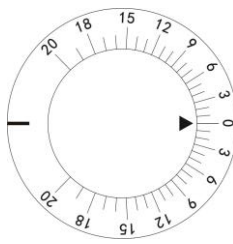
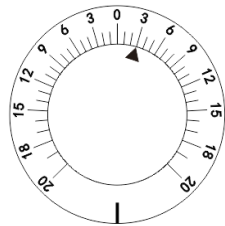

Fig.22
Fig.23
Girare il prisma rotante ⑫ tenendo la sua base per posizionarlo sull'apertura di esame. Ruota la manopola di rotazione del prisma ⑪ fino a quando non viene impostata la potenza del prisma richiesta. Ci  $\grave{o}$  che indica la freccia del triangolo nero  $\blacktriangle$   $\grave{e}$  la potenza attuale del prisma. Ad esempio, la potenza del prisma indicata in Fig.22  $\grave{e}$  0. che in Fig.23 significa potenza del prisma base in  $3\Delta$  e che in Fig.24 significa potenza del prisma base su 3 up.